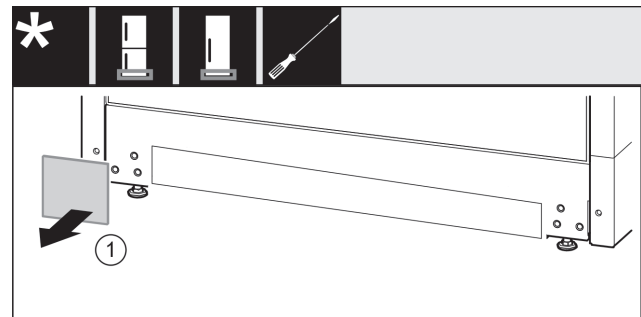

Fig. 15
- ▶ Abdeckung Fig. 15 (1) abnehmen.